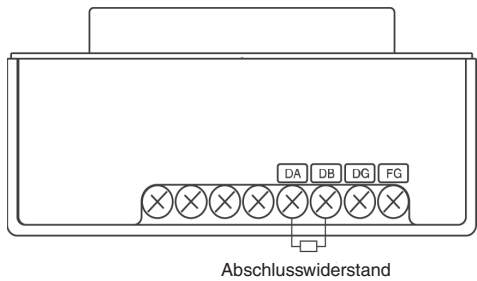

Abb. 3
- Welcher Abschlusswiderstand geeignet ist, hängt vom verwendeten CC-Link-Kabel ab (siehe Tabelle und Abb. 3 unten).